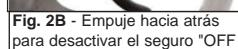

Fig. 2B - Empuje hacia atrás para desactivar el seguro "OFF SAFE"
- Empuje el seguro completamente hacia atrás hacia "F". (Fig. 2B). Cuando el punto rojo esté expuesto en el receptor, la pistola de aire suave está con el seguro desactivado ("OFF SAFE") y puede dispararse.